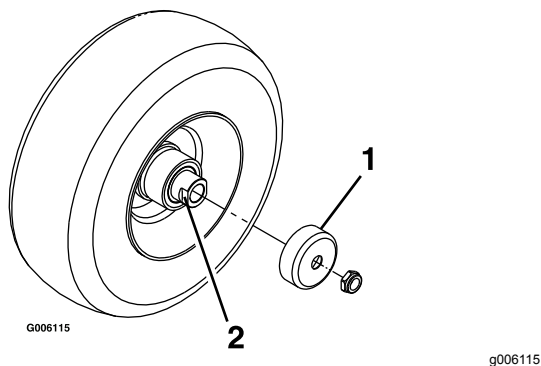

Figura 38
4. Retire los protectores de los retenes del buje de la rueda (Figura 38).